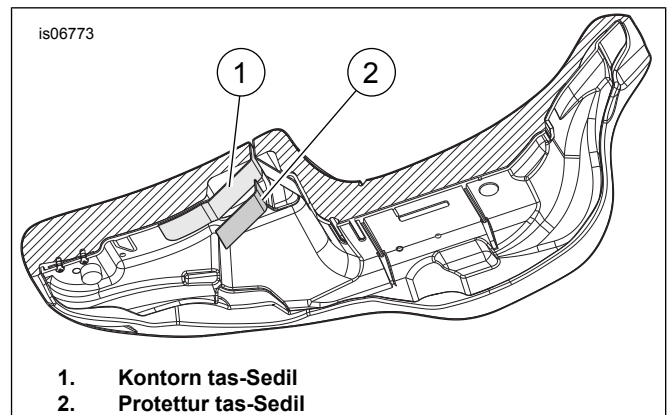

Figura 4. Qiegħ tas-Sedil
- Figura 4 Hu nota tal-forma tal-wičč li l-protettur tas-sedil (2) ser ikun jgħatti u bil-mod iffirma l-protettur biex jitlibbes aħjar mal-kontorni tas-sedil (1).